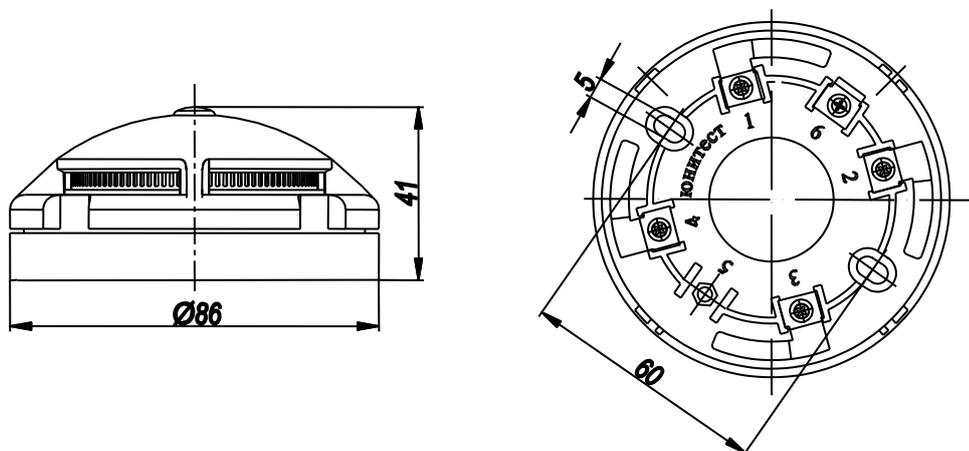
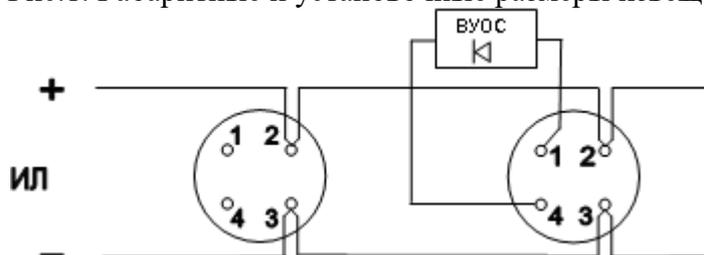

Рис.1. Габаритные и установочные размеры извещателя.
Рис.2. Схема включения извещателя ИП101-50 МАКС в адресную линию АПКП.
2.1.2. Установить базы извещателей согласно проекту. Габаритные и установочные размеры извещателя показаны на рис.1, схемы подключения – на рис.2 и 3.